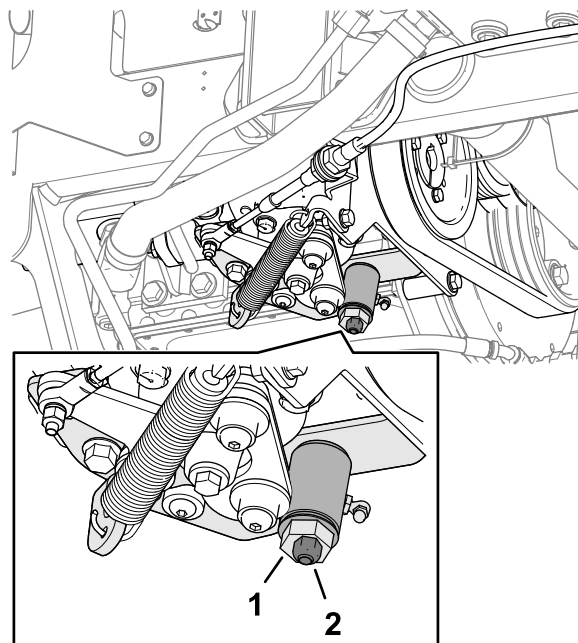

図 80
3. トラクション調整カムのロックナットをゆるめる (図 80)。